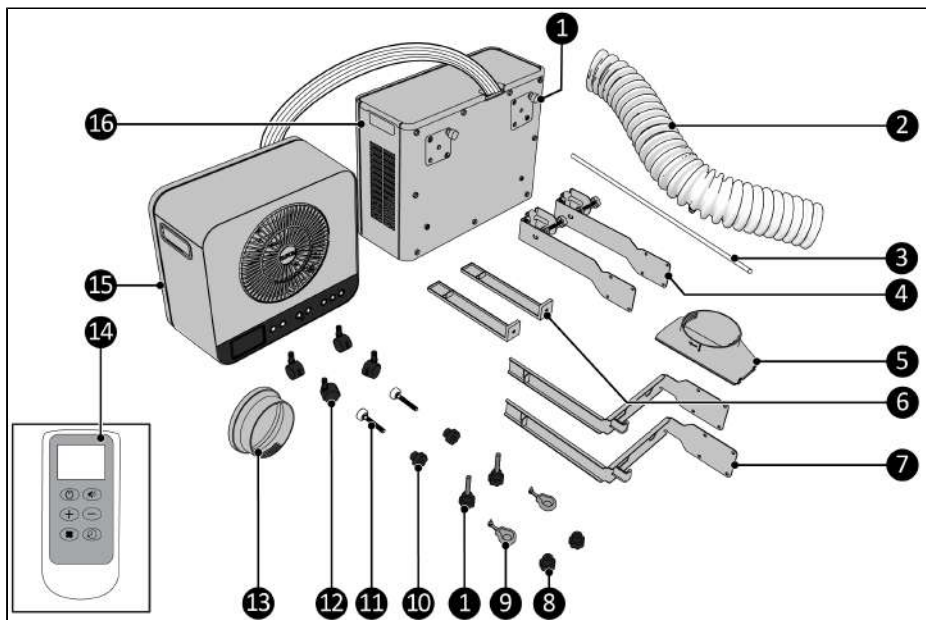
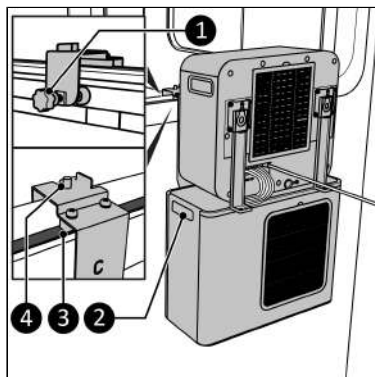
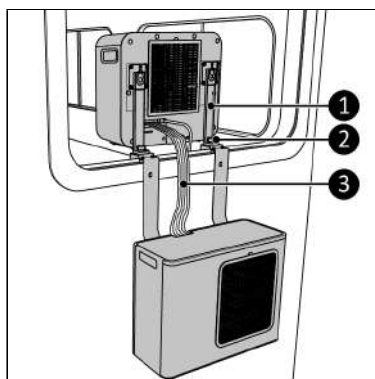

Figure 70.
Figure 77.
Figure 78.
8. Placez l'unité complète dans la fenêtre en utilisant les poignées latérales de l'unité extérieure (Figure 77, pos. 2). Assurez-vous que les blocs gris se trouvent dans le joint de la fenêtre.
9. Serrez les boulons (Figure 77, pos. 1) à la main sur la caravane.
10. Veillez à avoir les capuchons des vis (Figure 70, pos. 8) à portée de main pour les filets du support (Figure 77, pos. 4).
11. Soulevez l'unité intérieure par la fenêtre et placez les crochets (Figure 78, pos. 1) sur les extrémités filetées (Figure 78, pos. 2).
12. Serrez les capuchons de vis (Figure 70, pos. 8) sur les filets (Figure 78, pos. 2).
14. Le tuyau de réfrigérant (Figure 78, pos. 3) est guidé entre l'unité intérieure et l'unité extérieure. Évitez que le tuyau